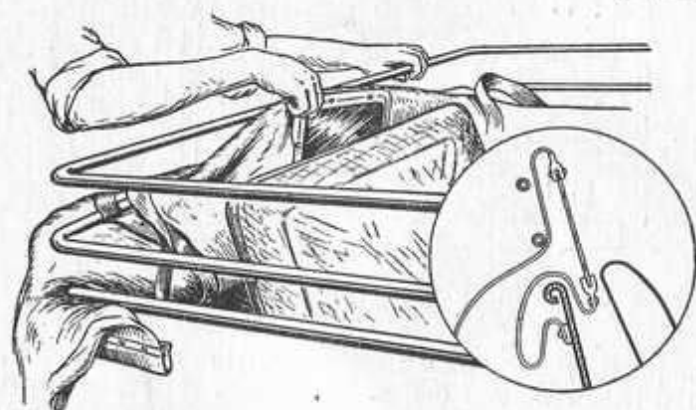

Рис. 119. Укладка заднего стекла.
- 5) заложить под дуги заднее полотнище тента вместе со стеклом (рис. 119);